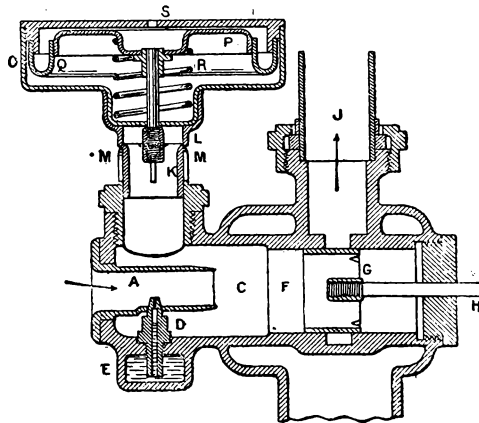

Fig. 74. — Carburatore Krebs.
3.° La registrazione *automatica* è stata ideata da Krebs della casa francese Panhard Levasseur. In questo tipo di carburatore (fig. 74) il motore stesso, secondo le sue velocità, provvede a regolare l'aria supplementare.
Fig. 74 bis. — Carburatore Krebs.